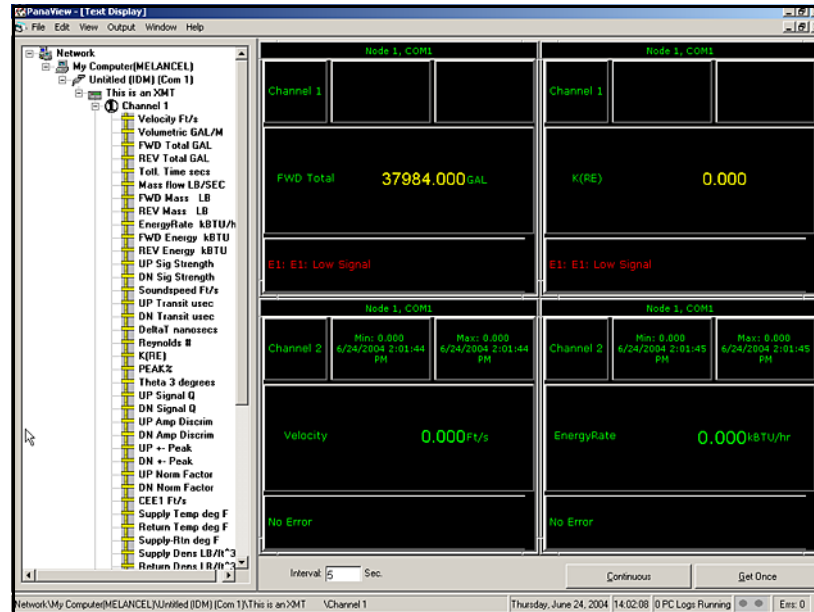

Abbildung 20: Mehrere Textfenster im Fenster *Text Display* (Textanzeige)
2. Wiederholen Sie Schritt 1 für jeden weiteren gewünschten Prozessparameter. Doppelklicken Sie dazu auf den jeweiligen Parameter in der PanaView-Netzwerkstruktur. PanaView ordnet die Textfenster im rechten Bereich des Fensters *Text Display* (Textanzeige) automatisch in einer Kachelstruktur an (siehe *Abbildung 20* unten).